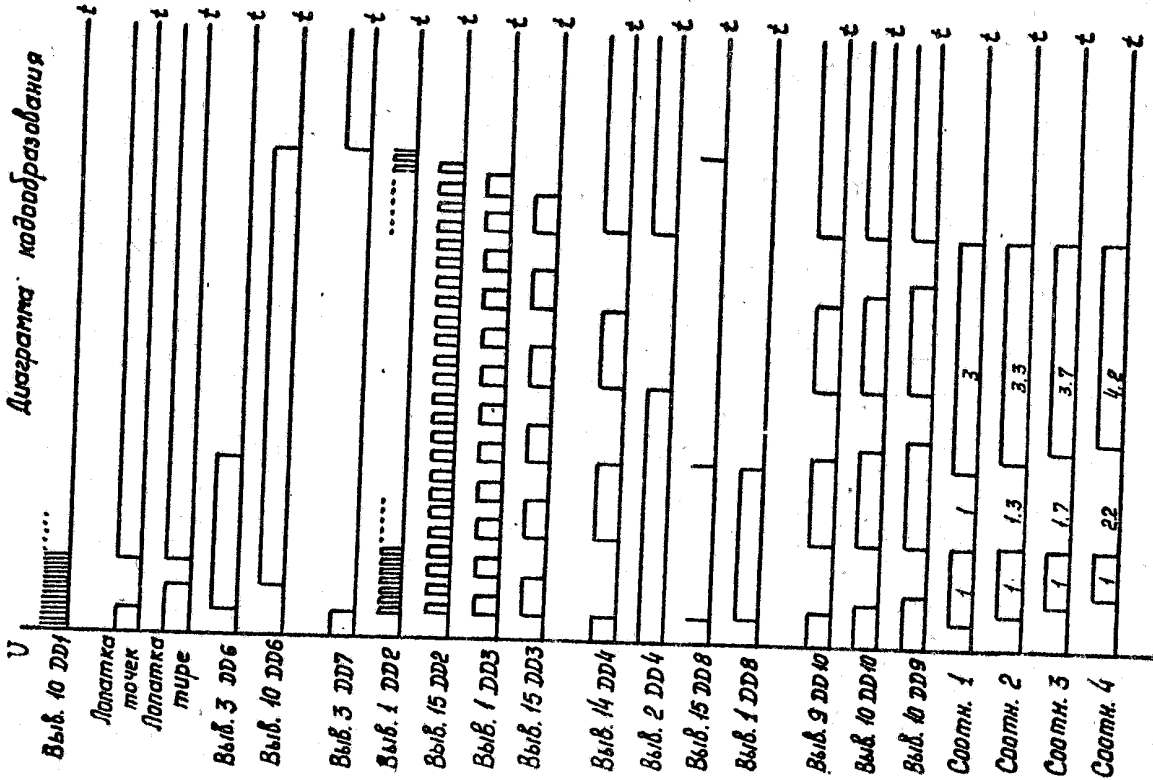

Рис. 1
4.1. Блок ключа. Схема электрическая принципиальная (см. чертёж И18-100-000 ЭЗ в альбоме схем и диаграмму кодообразования - рис. 1 данного паспорта).
8.5. При проверке и ремонте ключа следует руководствоваться принципиальными схемами (см. чертежи I18-I00-000 ЭЭ, I18-200-000 ЭЭ в альбоме схем), диаграммой кодирования (рис.1 данного паспорта), таблицей намоточных данных (приложение 2), маркировочными картами (приложения 3, 4).